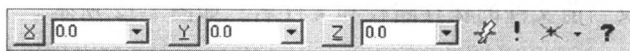

图 1-16 自动抓点条
(4) 自动抓点条 用自动抓点条可以输入 X、Y 和 Z 坐标或查询和捕捉点，当 Mastercam 需要在图形窗口选择一个坐标位置时会自动处于激活状态，如图 1-16 所示。